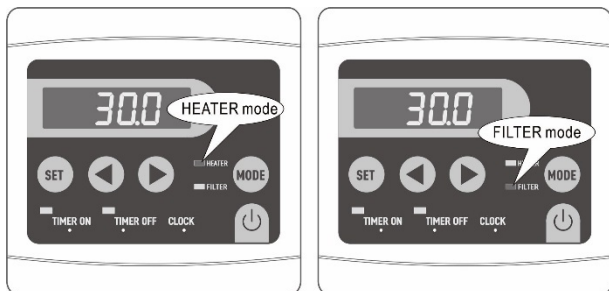

Bild 15 - Välj användningssätt
**Välj användningssätt (Bild 15):**